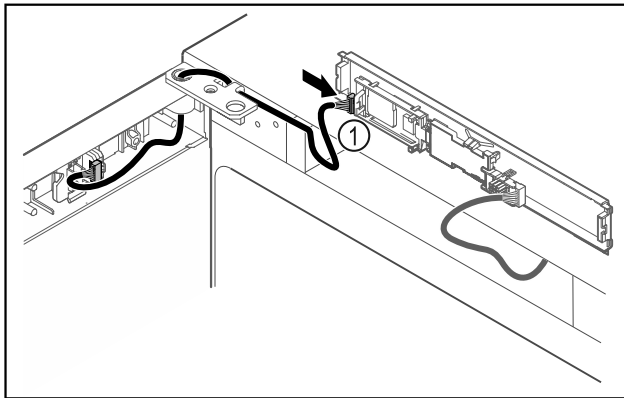

Fig. 37
- Brancher le connecteur Fig. 37 (1) sur la platine.